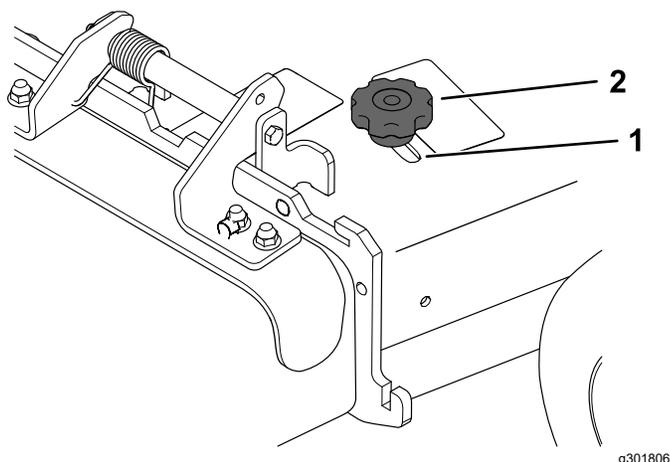

Figure 22
- Pour régler le déflecteur, desserrez le bouton (Figure 22).